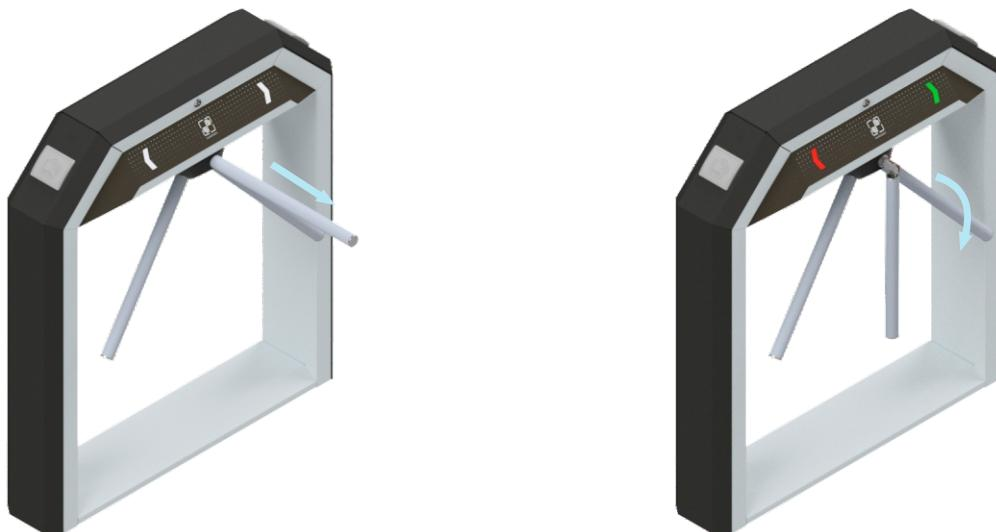

Рисунок 15 – Принцип работы планок «Антипаника»
- 5 Если вы установили планки типа «Антипаника» проверьте работу их механизма разблокировки (рисунок 15).